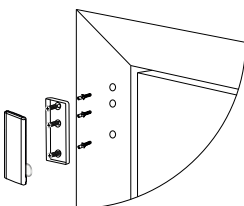

Figura 5: Device screw installation
2. Aparafuse a base do dispositivo na estrutura da porta. Veja a Figura 5.